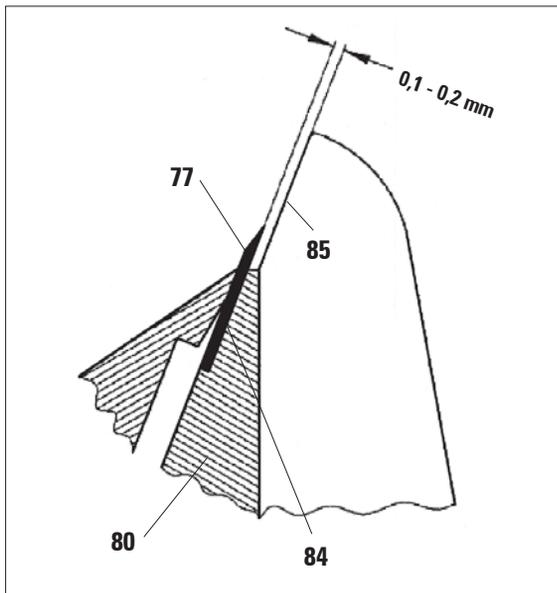

Fig. 30
- Dobre o protetor de navalhas (5) para baixo.
- Vire a alavanca de fixação (89) para baixo.
- Puxe a alavanca de fixação (89) lateralmente.
- Retire a placa de pressão (86).
- Ao fazer a remontagem, confira se a borda superior da placa de pressão (86) está paralela à borda superior da placa de pressão traseira e na mesma altura desta borda (80) (veja a Fig. 30, na página 31). Se necessário, ajuste a placa de pressão (capítulo 5.8.9).